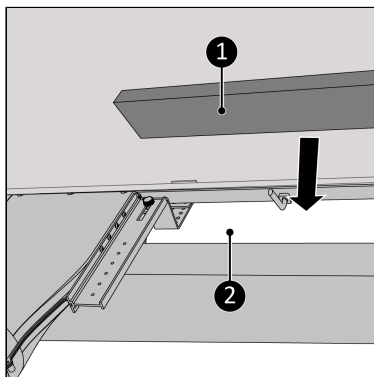

Abbildung 154.
15. Füllen Sie die Freiräume (Abbildung 154, Pos. 2) mit dem gelieferten Isolierschaum (Abbildung 154, Pos. 1) auf, schneiden Sie den Schaum ab, falls notwendig*.